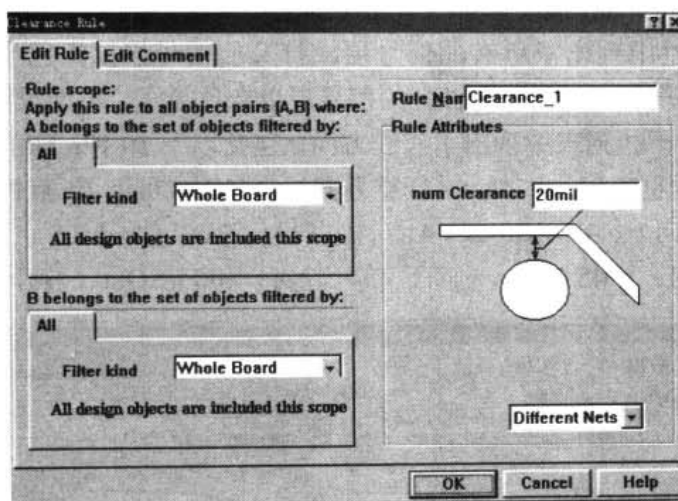

图 10-82 安全间距规则设计对话框
- Clearance Constraint: 安全间距阈值。该规则用于定义同一个工作层面上的两个元件间的最小间距，适用于在线 DRC 或运行 DRC 设计规则检查、自动布线等过程。Clearance Rule（安全间距参数）设置对话框，即如图 10-82 所示。可在 Edit Rule 选项卡内的 Rule Attribute 栏设置 num Clearance（间距值）及其所适用的网络，包括 Different Nets Only（不同网络）、Same Net Only（仅同一网络）、Any Net（任何网络）等。